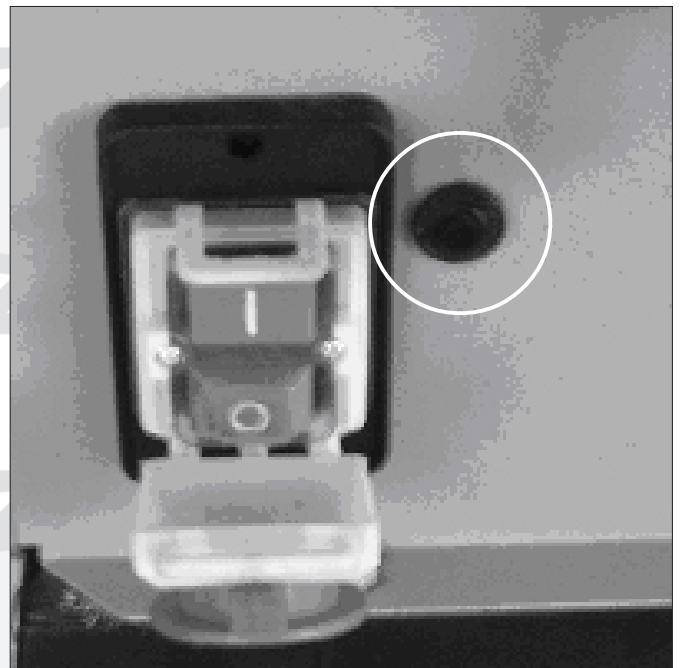

Abbildung 13
Die Tischkreissäge ist mit einer Überlastungssicherung ausgestattet, die die Tischkreissäge abschaltet, wenn diese überlastet wird. Schalten Sie die Tischkreissäge ab und warten Sie eine Minute. Drücken Sie die Nullstelltaste (51) und schalten Sie die Tischkreissäge wie in Abbildung 13 gezeigt wieder ein.